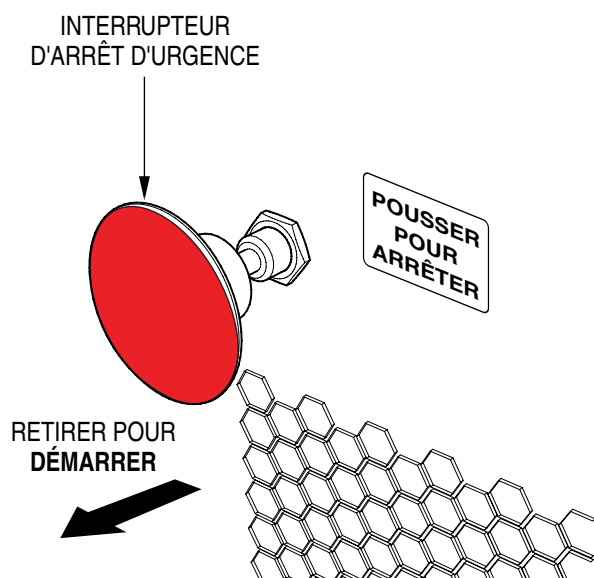

Figure 19. Interrupteur d'arrêt d'urgence (Position de démarrage)
7. Localiser l'interrupteur d'arrêt d'urgence (Figure 19) sur le capot du moteur. Tirer ce bouton vers l'extérieur pour permettre le démarrage du moteur.